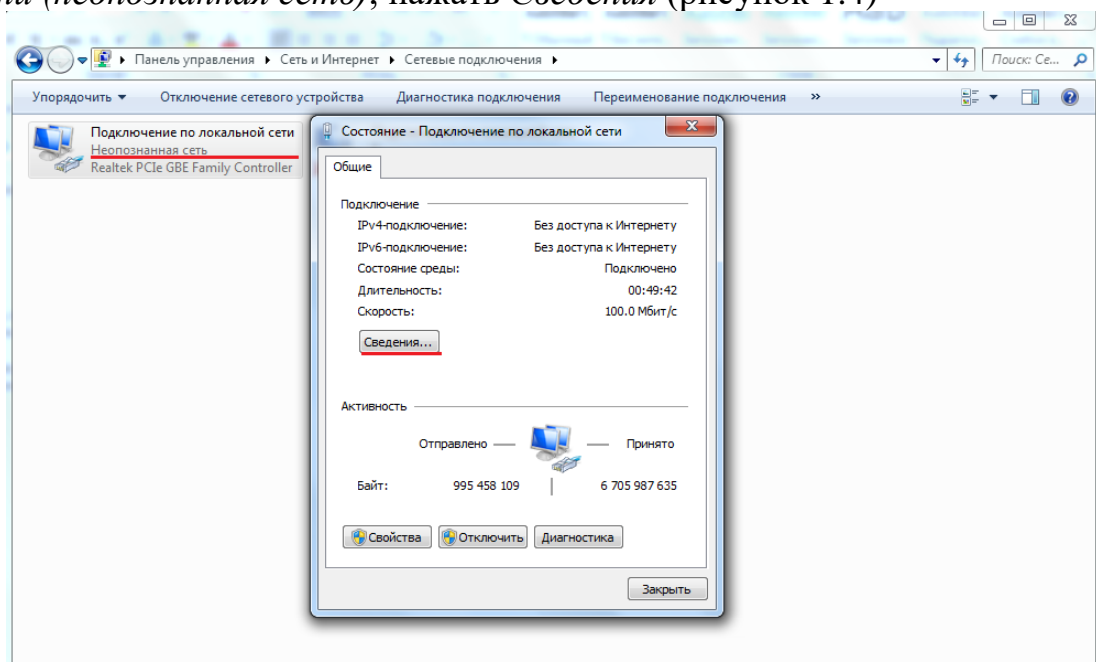

Рисунок 1.4 – Окно Сведений подключения к локальной сети
- b. в открывшемся окне двойным щелчком выбрать *Подключение по локальной сети (неопознанная сеть)*, нажать *Сведения* (рисунок 1.4)